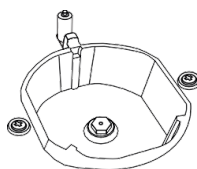

Рисунок 5
- Снимите крышку горелки и горелку варочной панели так, чтобы увидеть форсунку. См. Рисунок 5.